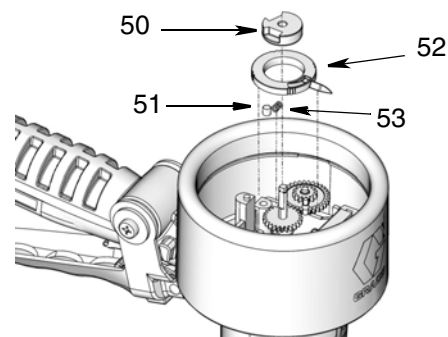

FIG. 16
4. Utilize uma chave sextavada para remover o parafuso de aperto do plugue. Remova o plugue (50), o pino (51), a mola (53) e o direcionador inferior (52) (FIG. 16).